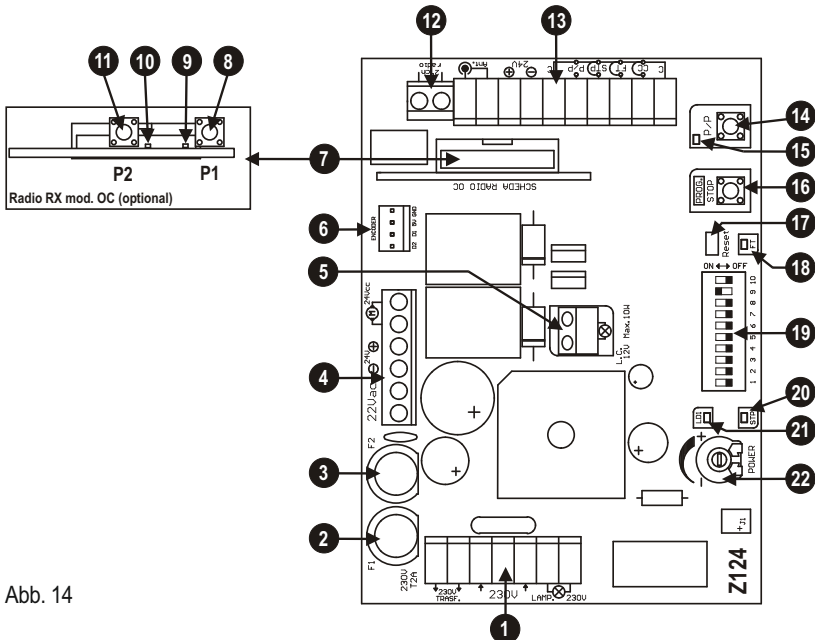

Abb. 14
## D BESCHREIBUNG DER TEILE (Abb. 14)
- 1) Taste PROG. gedrückt halten. Ein Reset ausführen, indem die Überbrückung Reset (Det. 17 in Abb. 14 mit dem Schraubenzieher kurzgeschlossen wird.
- 9) Um zum Normalbetrieb zurück zu kehren, ein Reset der Steuerung durchführen (den Verbinder Detail 17 in Abb. 14 kurzschließen)
Während der Erlernung wird mehrmals die Taste P/P betätigt (Det. 14 in Abb. 14), es kann aber auch der Befehl P/P (Klemme 14, Abb. 15) oder der im ersten Empfängerkanal gespeicherte Funksender benutzt werden.